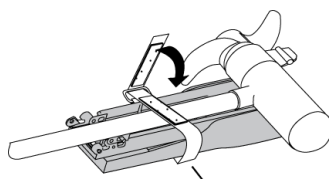

Fig. 4 Courroie de Velcro®
11. Le présent nécessaire comprend une courroie de Velcro. Nous recommandons l'installation de cette courroie si le moteur n'en comprend pas déjà une. Placez la courroie en orientant les pattes de Velcro vers le pont. Placez la courroie sous le point d'appui du moteur, juste devant les boulons arrière de montage. Lorsque vous rangez le moteur, tirez la courroie dans l'anneau rectangulaire jusqu'à ce qu'elle soit bien ajustée. Puis, pressez l'une contre l'autre les pattes de velours et de crochets du Velcro pour fixer la courroie. Voir Fig. 4.